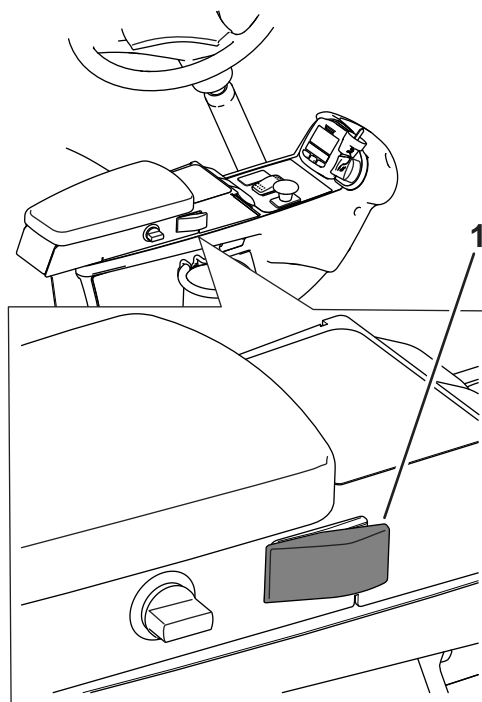
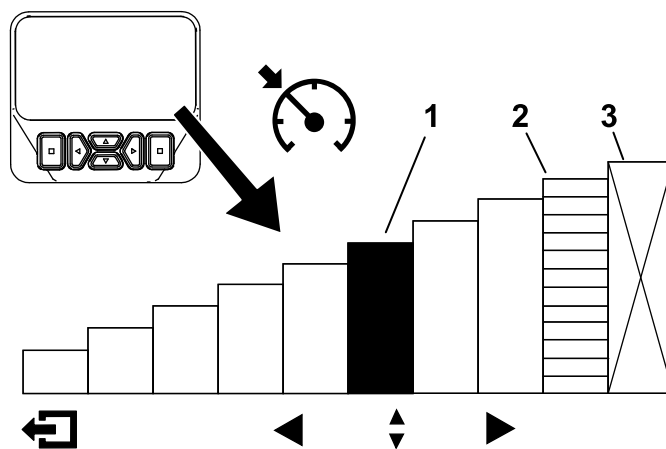

Figure 26
Figure 27
Après avoir activé la commande du régulateur de vitesse et programmé la vitesse (Figure 26), utilisez l'InfoCenter pour régler la vitesse du régulateur de vitesse (Figure 6 et Figure 27).
2. Utilisez l'affichage de l'InfoCenter pour régler la vitesse du régulateur de vitesse (Figure 27).